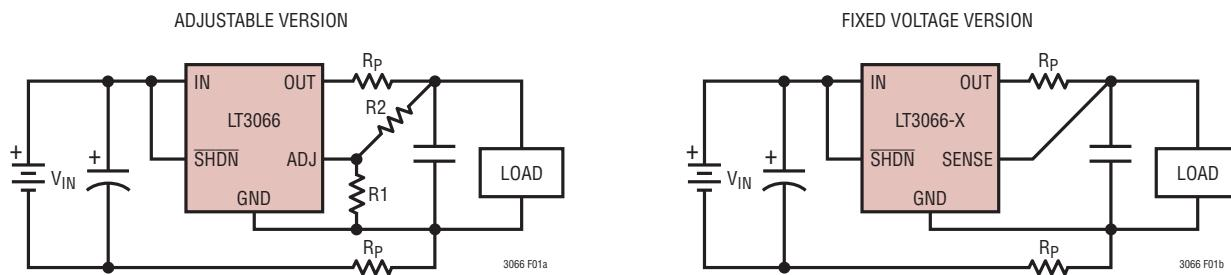

図1. ケルビン検出接続
INFILT (ピン1) : フィルタ付き入力。このピンは、約 140Ω の内蔵抵抗を介して IN に接続されています。PSRR を改善するには、10kHz よりも高い周波数で、最大 $0.47\mu\text{F}$ のコンデンサを INFILT と GND の間に接続します(図1を参照)。PSRR の改善が不要な場合は、INFILT ピンを IN に接続します。
0.6V を超える出力電圧では、ADJピンに接続された抵抗分割器を使って負荷の電圧を安定化します。したがって、PCBトレースやケーブルの寄生抵抗により、大出力電流時に負荷レギュレーション誤差が生じる可能性があります。これらの誤差をなくすため、図1に示すように、抵抗分割器を負荷に直接接続してケルビン検出接続を行います。